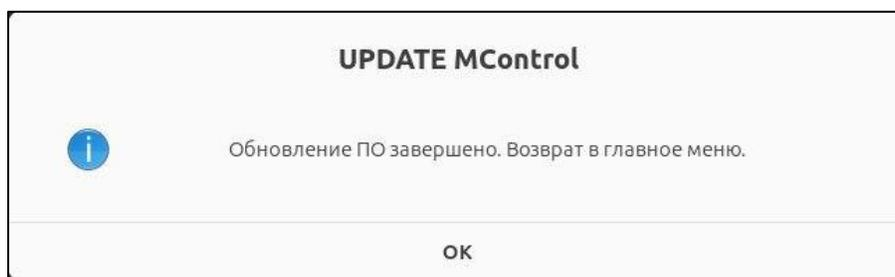

Рисунок 84 – Уведомление о завершении обновления ПО
- 5) По завершению обновления отобразится уведомление о завершении (см. Рисунок 84). Нажмите «ОК».